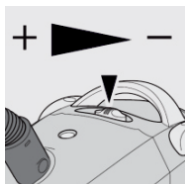

Рис. 12
- При необходимости ненадолго прервать уборку, выключите пылесос (рис. 10) и выньте вилку шнура из розетки, втяните шнур (рис. 11) и вставьте ребро насадки в специальную ячейку, установив трубку в удобное положение (рис. 12).